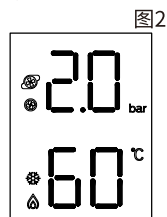

图2
- 按压电源键“”开机,显示屏显示上一次操作设定的温度和状态,如图2。